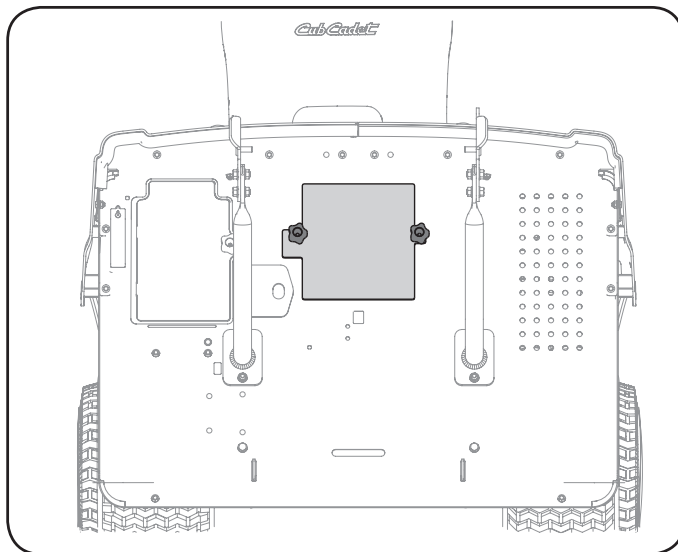

Рисунок 2
1. Установите пластину по месту, как показано на рис. 2.
2. Для крепления пластины используйте два снятых ранее фиксатора (см. рис. 2).